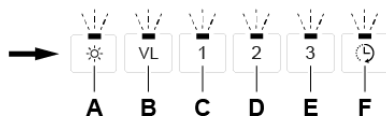

Fig. 4
- Når omprogrammeringen af driftstilstanden er gennemført, blinker LED-lamperne for alle knapper, se Fig. 4.